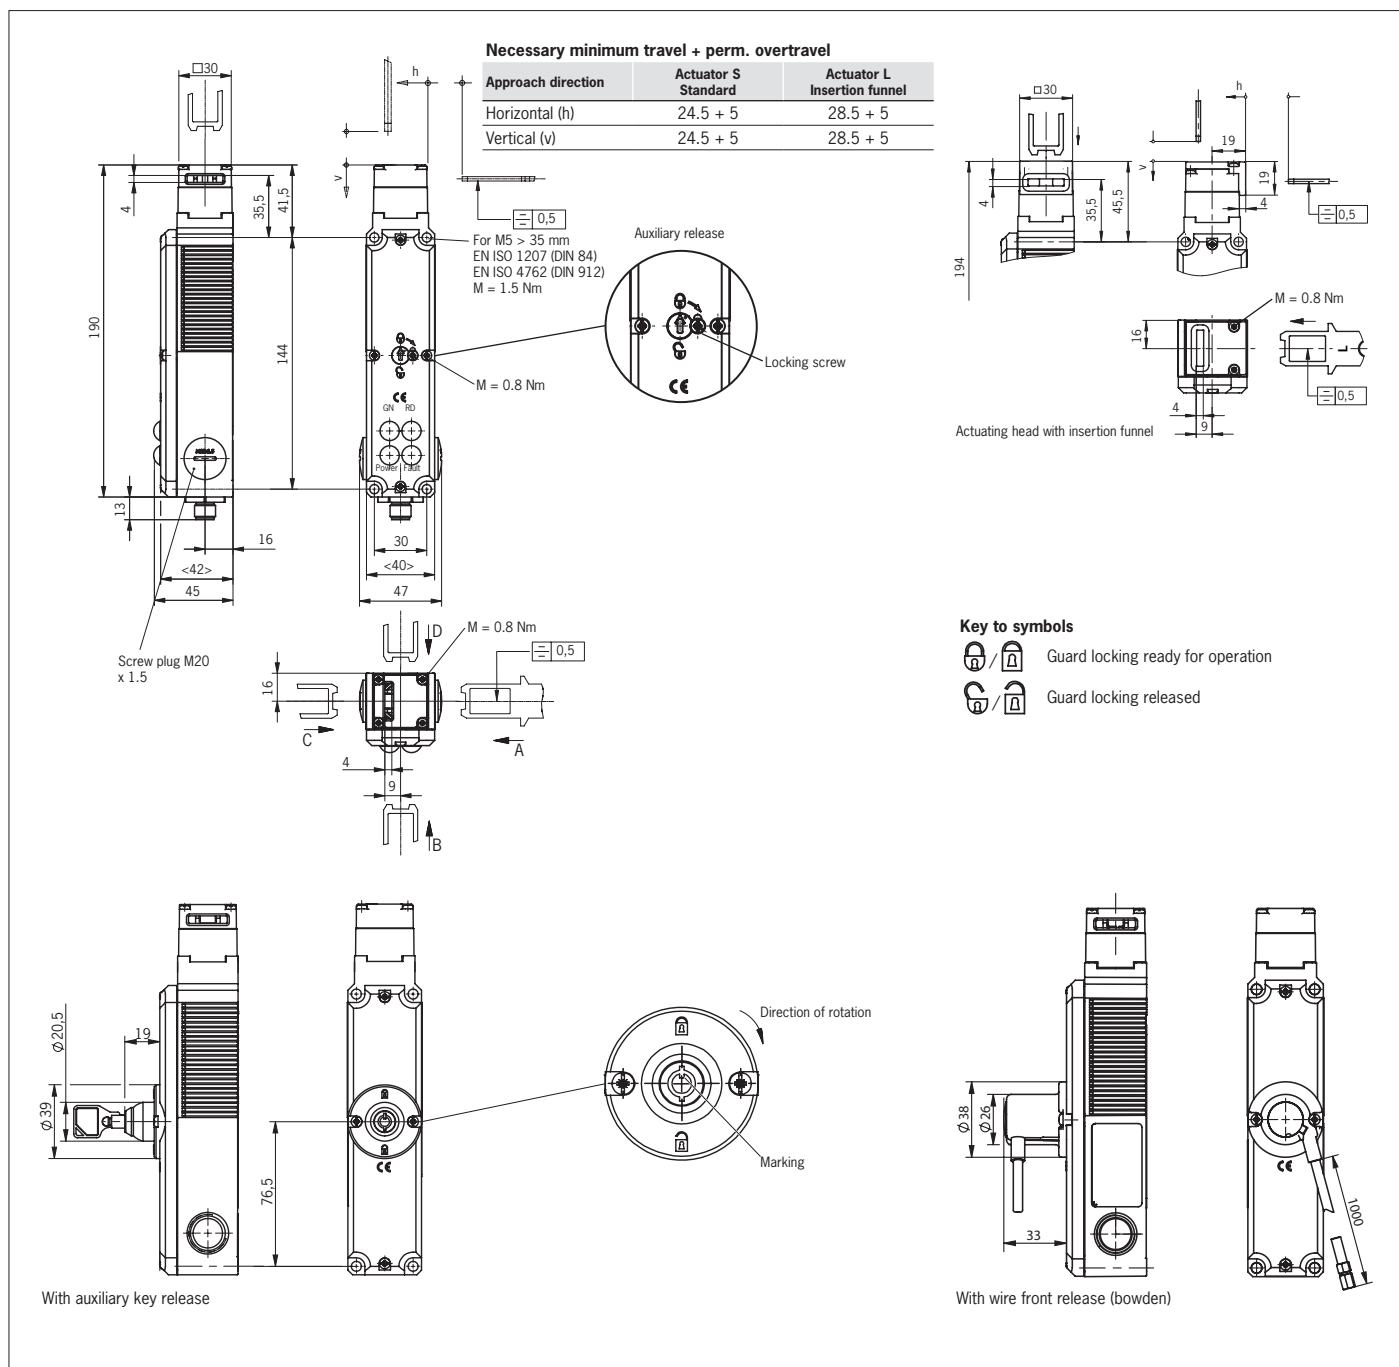

Fig. 3: Dimension drawing for STP...AS1 without insertion funnel and STP...AS1 with insertion funnel
- ▶ Endommagement de l'appareil par un élément d'actionnement non approprié. Veillez à sélectionner l'élément d'actionnement correct (voir tableau de la Fig. 3).